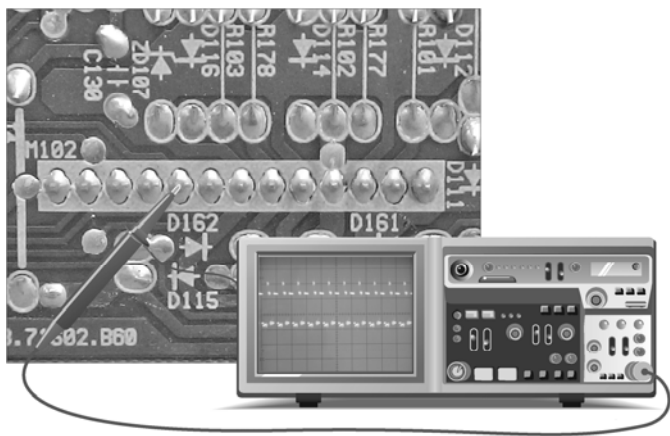

图 2-7 检测 M102 ⑦脚 G 信号输入
G 信号波形由插件 M102 的⑦脚输入，将示波器的探头接该引脚焊点会有 G 信号波形输入，具体检测方法及正常 G 信号波形如图 2-7 所示。